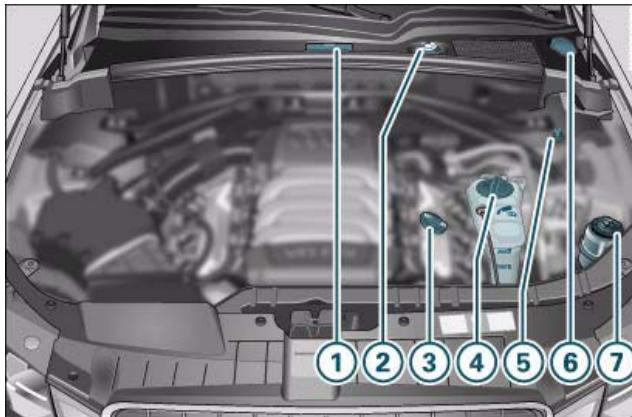

Fig. 209 Disposición típica de los depósitos y de la boca de llenado de aceite del motor
⇒ página 226, fig. 209 (posición ③) puede variar en función de la